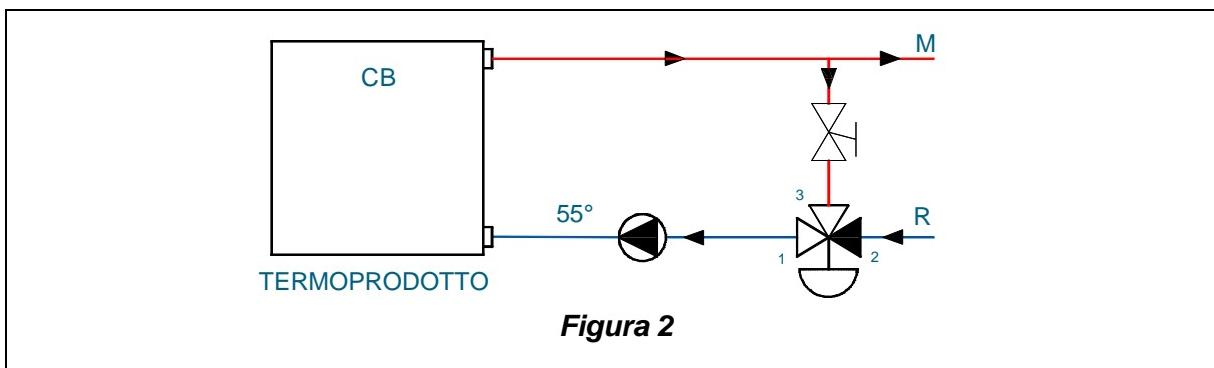

Figura 2
8. **VALVOLA MISCELATRICE TERMOSTATICA AUTOMATICA - Figura 2**